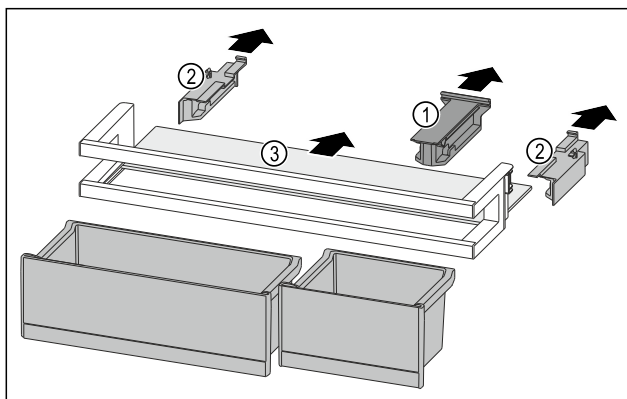

Fig. 85
- Skinite pridržni dio Fig. 85 (1).
- Skinite bočne dijelove Fig. 85 (2).
- Izvadite policu Fig. 85 (3).